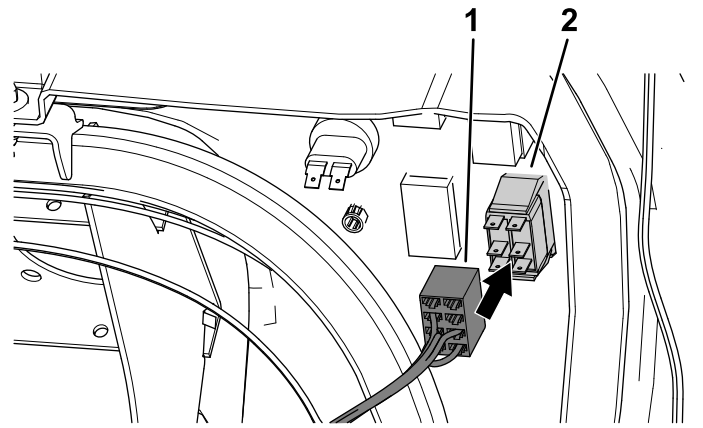

Figura 12
5. Conecte el conector hembra de 8 vías en el arnés de cables al interruptor basculante del salpicadero (Figura 12).